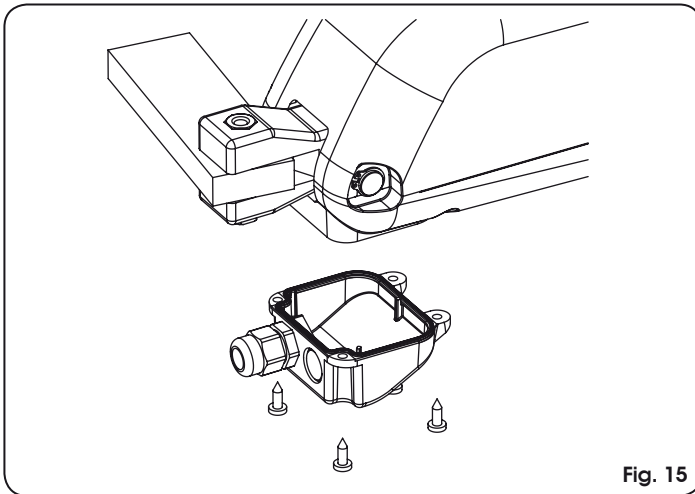

Fig. 15
- Den Deckel mit den vier mitgelieferten Schrauben verschließen, Abb. 15.